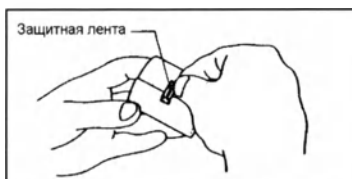

Рис.18
- (2) Снимите защитную наклейку с нового рулона бумаги (рис.18).